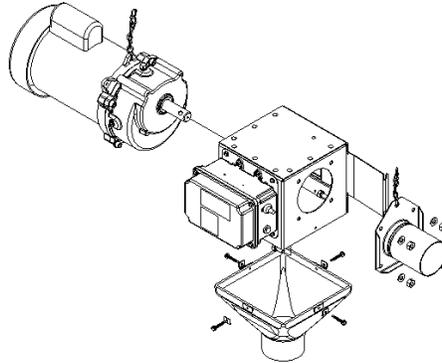

FIGURA 1
1. (Figura 1) Ilustra un ejemplo de instalación típica de la unidad de control HS593.
- a. Monte el anclaje de tubo a un lado usando (4) pernos de 5/16 "x 3/4" con (4) arandelas planas.
- b. Monte caja de engranaje de unidad de accionamiento de barrena asegurado con (4) pernos 5/16 "x 3/4" y (4) arandelas planas.